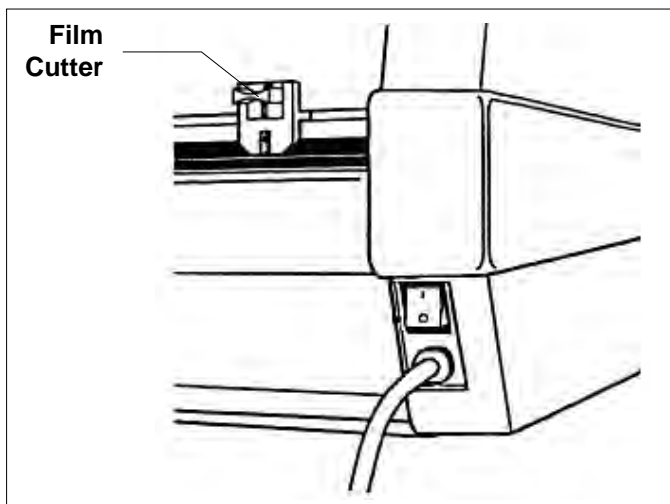

Fig. 10
9. The film cutter may be used to separate the laminated items from the film web (Fig. 10). Position the cutter on either side of the laminator, depress the cutter's handle while sliding the cutter across the film web.
9. È possibile usare un taglierino per il film per separare gli articoli plastificati dal velo del film (fig. 10). Posizionare la taglierina su uno dei lati della plastificatrice e spingere verso il basso il manico della taglierina, facendo scivolare la taglierina sul velo del film.
9. Die laminierten Artikel können mit der entsprechenden Vorrichtung von der Folienbahn so abgetrennt werden (Abb. 10): Die Abtrennvorrichtung auf einer Seite des Geräts positionieren, den Griff nach unten drücken und gleichzeitig die Abtrennvorrichtung über die Folienbahn schieben.
9. De filmsnijder mag worden gebruikt om de gelamineerde items van de filmbaan te scheiden (afb. 10). Plaats de snijder aan een van beide kanten van de laminator en druk het handvat neer terwijl u het snijwerktuig over de filmbaan schuift.
9. Le couteau de film peut servir à séparer les articles plastifiés du lé de film (Fig. 10). Placez le couteau d'un côté et l'autre de la plastifieuse, enfoncez le manche en coupant le lé du film.
9. Se puede usar la cuchilla para separar los artículos laminados del rollo de película (Fig. 10). Coloque la cuchilla en cualquiera de los lados del laminador, oprima el mango de la cuchilla al deslizarla sobre el rollo.